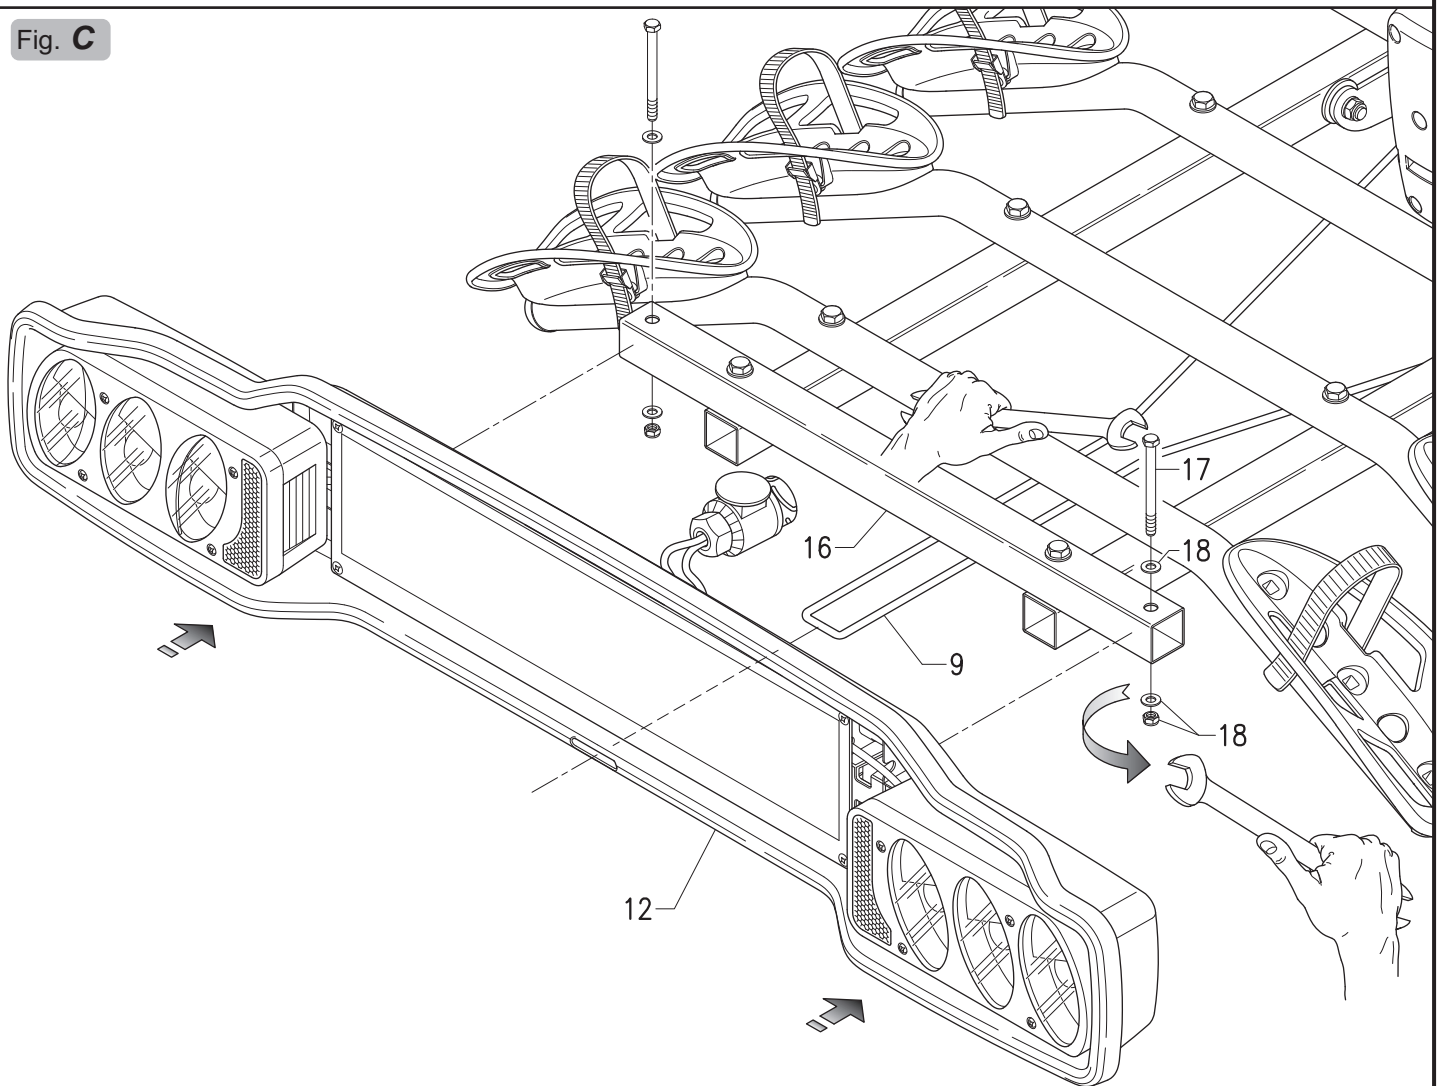

Fig. D1
- Die Kugelgriffe 19 und Unterlegscheiben 20 beidseitig abschrauben und entfernen (Abb. D1);